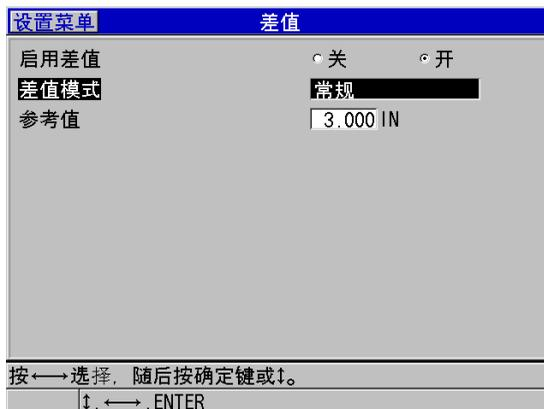

图 8-2 差值屏幕
3. 在**差值**屏幕上 (参见第 117 页的图 8-2):